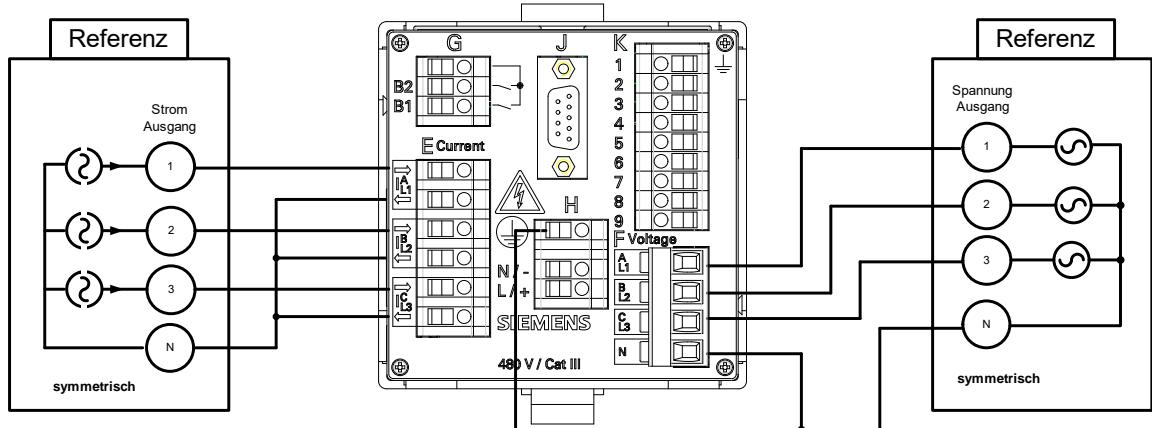

Bild 10-11 Messaufbau Abgleich Phasenwinkel
- ❖ Führen Sie den Messaufbau gemäß Bild 10-11 durch.